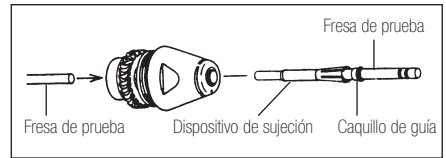

Fig.12
- 3) Si la tuerca de roto está suelta: presione hacia afuera el dispositivo de fijación con cuidado con una fresa de prueba o el vástago de la fresa de la parte posterior del cartucho, y el casquillo de guía y el dispositivo de fijación saldrán. (Fig. 12)